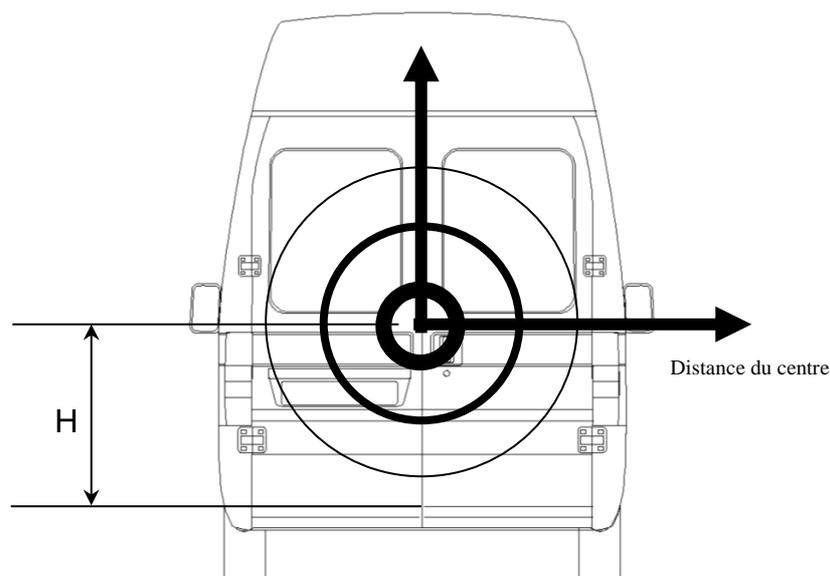

Fig.4
- Le positionnement du bouclier par rapport au bord inférieur de la porte "H" doit être tel qu'il maximise l'efficacité, donc autant que possible au centre de la porte (voir fig. 4) pour réduire l'effet de levier.